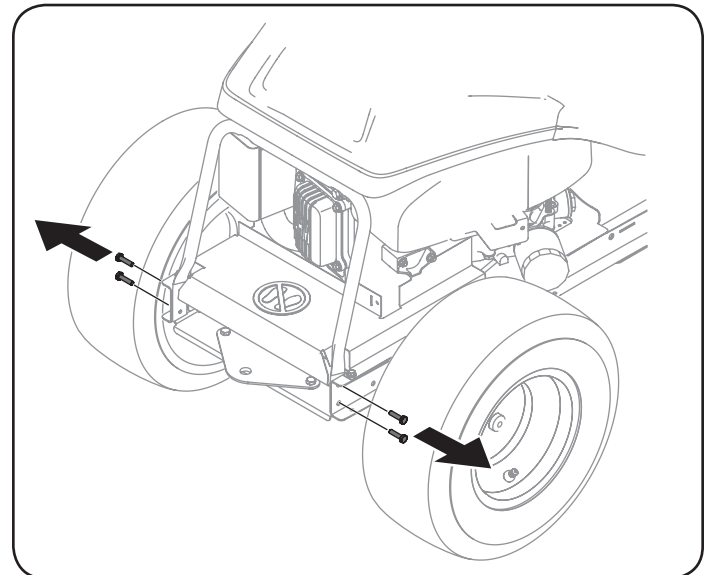

Figure 3
1. Retirez et jetez les quatre vis autotaraudeuses situées sur le châssis arrière du tracteur, comme indiqué à la Figure 3.